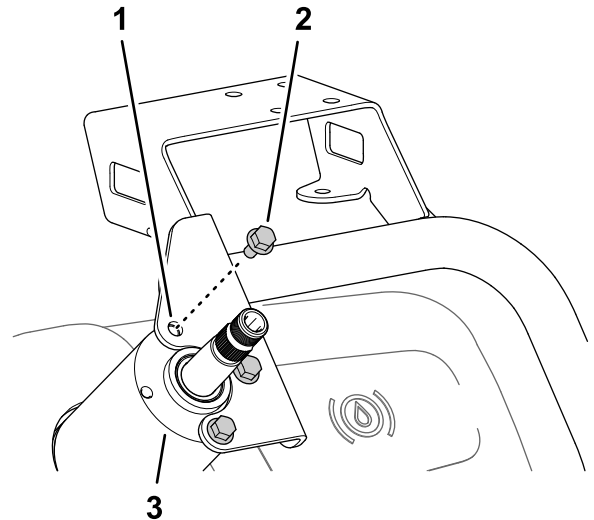

Figura 163
- Instale a montagem do monitor na caixa da válvula da direção (Figura 163) com os 3 parafusos de cabeça flangeada (6 x 12 mm).